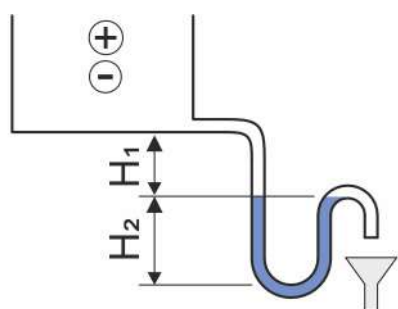

Fig. 47: Altura mínima del interceptor hidráulico
- La altura de la subestructura aportada por el cliente debe corresponder al menos a la altura requerida del nivel del agua (Fig. 47).